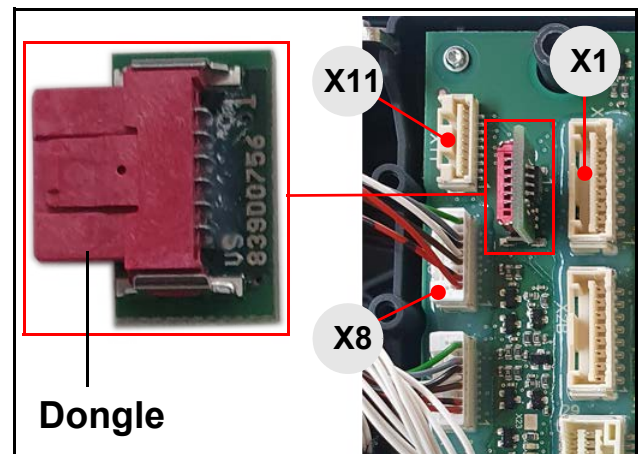

Abbildung 57
*Der Stecker X29 (81314085, Abbildung 57, Pos. 1) kann beim Ausbau des Mainboards beschädigt werden.*